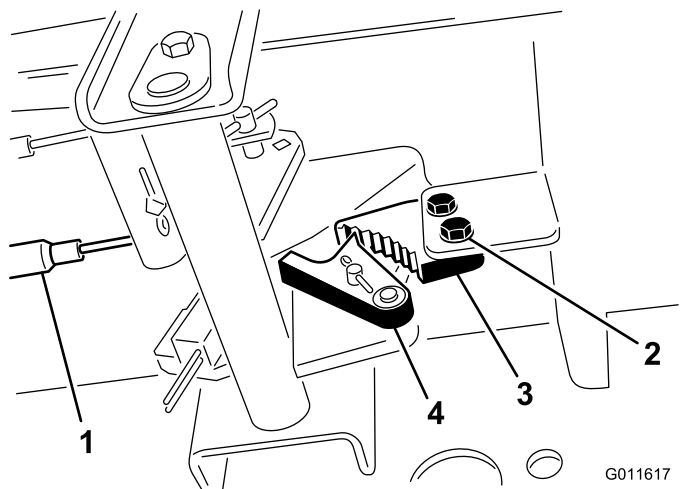

Figura 47
1. Solte os 2 parafusos que prendem a lingueta do travão de estacionamento à estrutura (Figura 47).
2. Carregue no pedal do travão para a frente até o detentor do estacionamento engatar completamente na lingueta do travão (Figura 47).